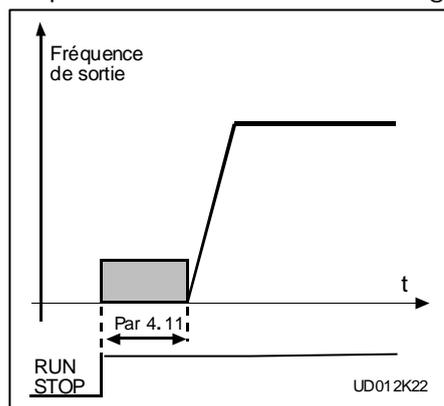

Figure 3.5-25 Temps de freinage à CC au démarrage.
- >0** Le freinage à courant continu est activé lorsque la commande de démarrage est donnée et ce paramètre définit le temps avant que le freinage soit relâché. Après que le freinage est relâché, la fréquence de sortie augmente selon le paramètre de fonction de démarrage réglé 4.6 et les paramètres d'accélération (1.3, 4.1 ou 4.2, 4.3), voir figure 3.5-25.